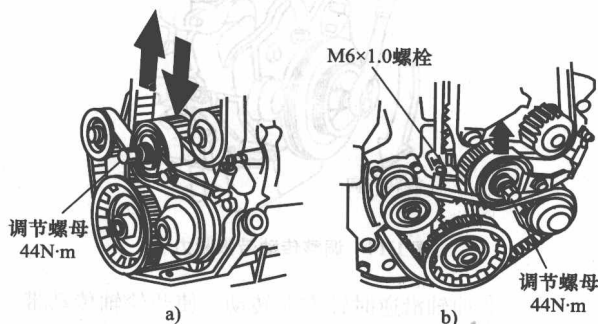

图 1-15 使传动带张紧器松开
10) 将调节螺母拧松 $2/3 \sim 1$ 圈后，推动传动带张紧器，使正时传动带和平衡轴传动带不再张紧，然后重拧紧调节螺母，如图 1-15 所示。